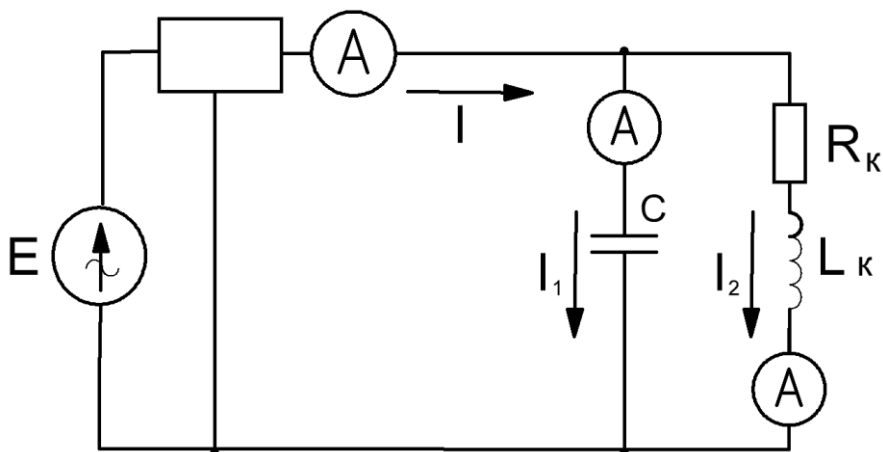

Рис.1 Параллельное соединение активных и реактивных сопротивлений
1. Собрать на стенде схему (Рис.1). Измерить ток, напряжение на всех элементах схемы, общее напряжение и частоту.